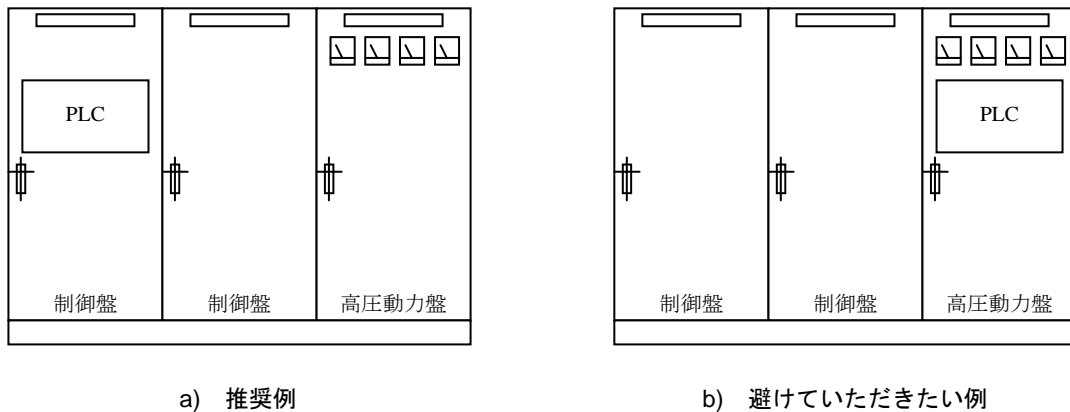

図14 高圧機器の設置されている盤内での配置例
- 5) 高圧機器の設置されている盤内での取付けは、ノイズが誘導されるため、図14のように高圧、動力系からできるだけ分離して配線、設置する。